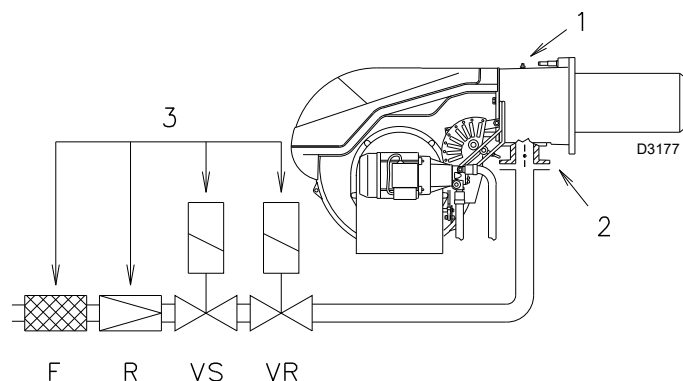

Fig. 27
Pression de gaz mesurée à la prise 1)(Fig. 27), avec :
- soustraire de la pression du gaz à la prise 1)(Fig. 27) la pression dans la chambre de combustion ;
Pression du gaz à la prise 1)(Fig. 27) = 21.9 mbars
Pour connaître la pression de gaz nécessaire sur la prise 1)(Fig. 27), une fois établie la puissance maximale à laquelle on veut faire fonctionner le brûleur :
Lire sur la droite, la pression à la prise 1) (Fig. 27).
Pression nécessaire à la prise 1)(Fig. 27).